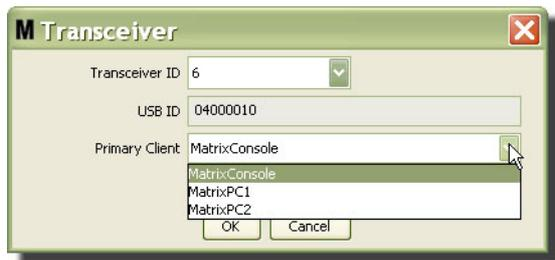

FIG. 91
- Per modificare il client primario assegnato al ricetrasmittitore, fare clic sulla freccia vicino al campo Primary Client (Client primario) per visualizzare il menu a discesa (FIG. 91). L'obiettivo di assegnare un client primario a un ricetrasmittitore è di indirizzare in modo adeguato richieste di autorizzazione per il deposito ricambi (PRA) dai dosatori al client PC corretto. Se la modalità PRA non è utilizzata, assegnare semplicemente tutti i ricetrasmittitori al client predefinito della Matrix Console.